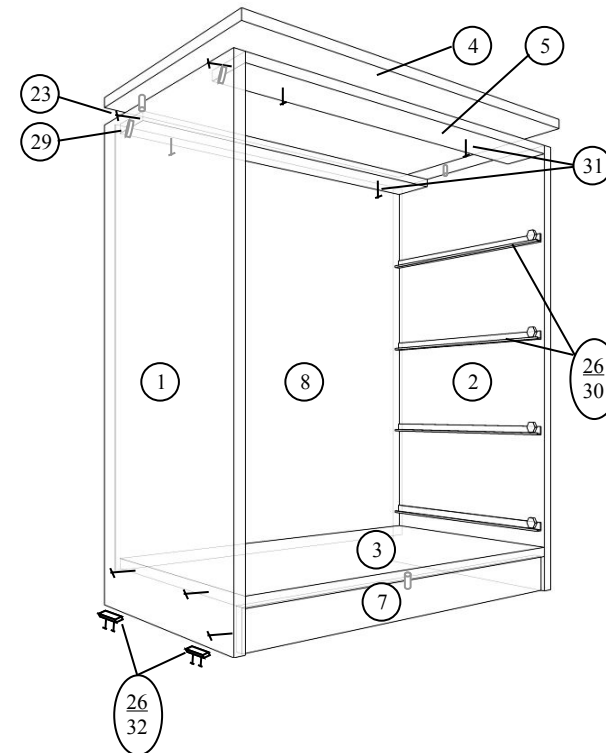

Рис.1 Сборка корпуса
1. Сборка корпуса комода (рис.1): прикрепить к стенкам боковым (1,2) подпятники (27) гвоздями 1,6x25 (33) на расстоянии 20-30мм от краев, установить направляющие (26) еврвинтами (30) и шканты (29) в несквозные отверстия; собрать корпус, согласно эскиза, при помощи винтов-конфирматов (23); прикрепить столешницу (4) к планкам (5,6) саморезами 4x25 (31); установить заглушки винтов-конфирматов (24).